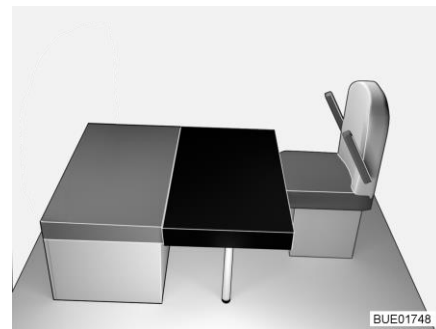

Bild 152 Nach dem Umbau
- Das rechteckige Zusatzpolster auf den Tisch legen (vor das Sitzpolster der Sitzbank, siehe Bild 152). Der Ausschnitt im Zusatzpolster liegt dabei an der vorderen Stützwand.